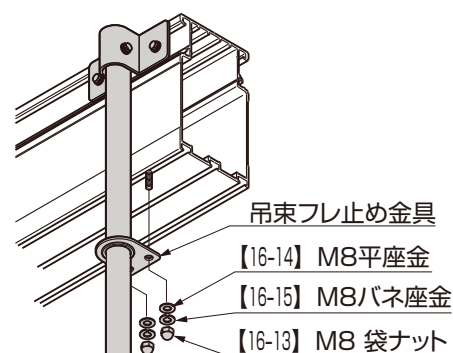

図4-3
- ④梁下面に挿入したボルトに、吊束フレ止め金具を【16-14】、【16-15】、【16-13】で固定してください。(図4-3参照)